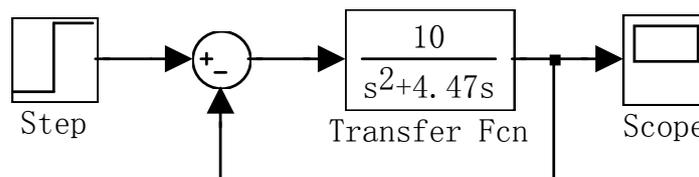

图7.2.7二阶系统Simulink结构图
5、绘制成功后，如图7.2.7所示，并命名后存盘。
例 7.2.2 将图 7.2.7 所示的结构图进行模块处理。